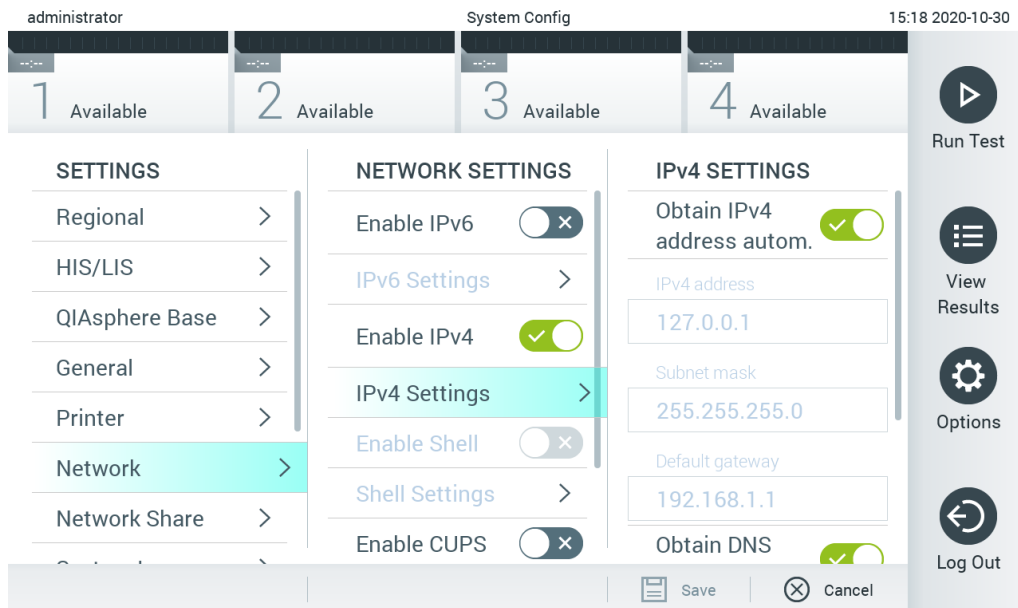

Figura 75. Configuração das definições de rede.
2. Selecione Network (Rede) a partir da lista de definições na coluna esquerda (Figura 75).